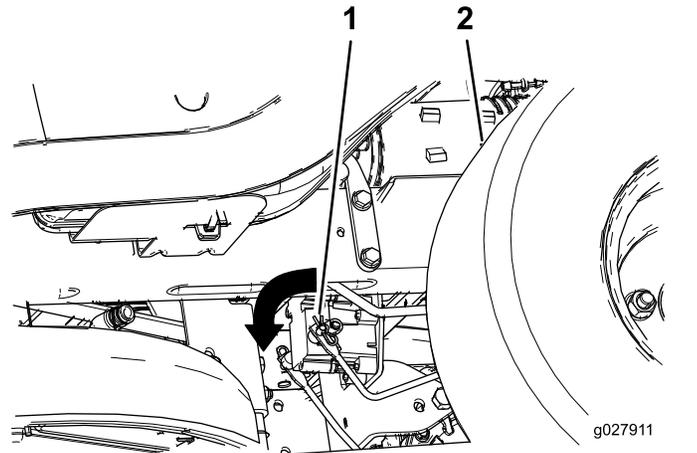

Figura 44
2. Localice los ejes donde están conectados los brazos de enganche de los frenos, en ambos lados del freno eléctrico (Figura 44).